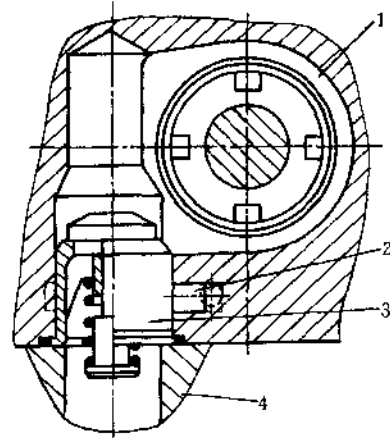

图 16.7-2 电液换向阀 P 腔的预压阀
- 在电液换向阀的进油口 P 中装预压阀,如图 16.7-2 所示。预压阀实际是一个具有较大开启压力的插入式单向阀。当电液换向阀处于中间位置时,油流先经过预压阀,然后经电液换向阀内的流道由 T 口回油箱,从而在预压阀前建立所需的控制压力。